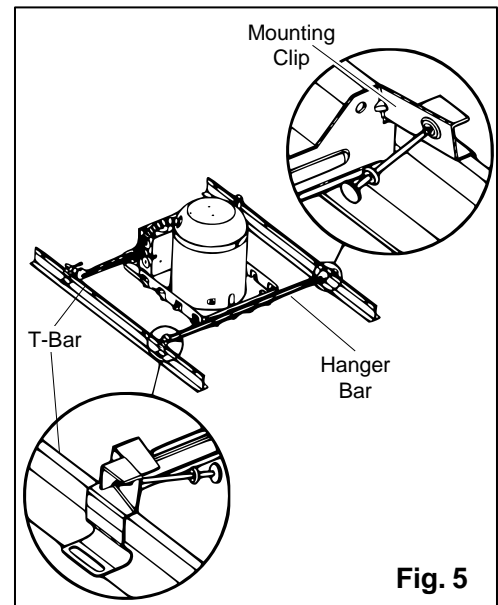
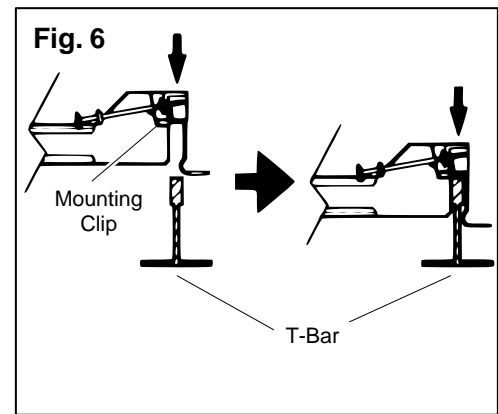

Fig. 5
Fig. 6
3. Place the housing/hanger bar assembly onto the ceiling tile into the newly created hole. Adjust the width of both hanger bars to the distance between the two T-bars, aligning each mounting clip with the top of its corresponding T-bar. Press down on all mounting clips until they snap onto the T-bar. (FIG. 5 and FIG. 6) **NOTE: Holes are provided on the mounting clips that can be used to secure the hanger bars to the T-bar. Parts (i.e. screws, hex nuts) can be purchased separately for this purpose.**
3. Coloca el ensamblaje de la barra de colgar/caja en la placa de techo a través del orificio que abriste. Ajusta el ancho de las dos barras para colgar según la distancia entre las dos barras en T, alineando cada abrazadera de montaje con el tope de la barra en T correspondiente. Ejerce presión sobre todas las abrazaderas de montaje hasta que encajen en la barra en T. **(FIG. 5 y FIG. 6)** **NOTA: Las abrazaderas de montaje tienen orificios que pueden usarse para asegurar las barras para colgar a la barra en T. Las piezas necesarias (es decir, tornillos, tuercas hexagonales) pueden comprarse por separado.**